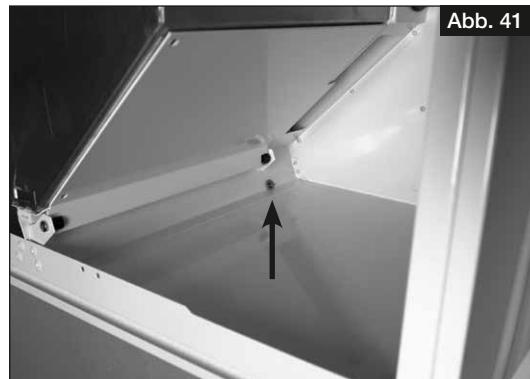
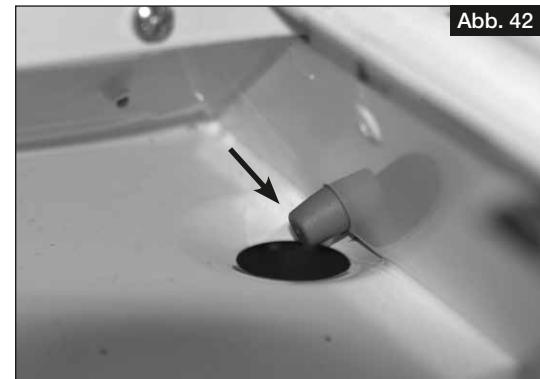

Abb. 41
Abb. 42
- ① Wird die Kälterückgewinnung aktiviert, muss der Stopfen am Geräteboden entfernt werden (s. Abb. 41, Abb. 42), um den Kondensatablauf zu gewährleisten (vgl. auch Kapitel 4.3 „Kugelsiphon montieren“, Seite 11).